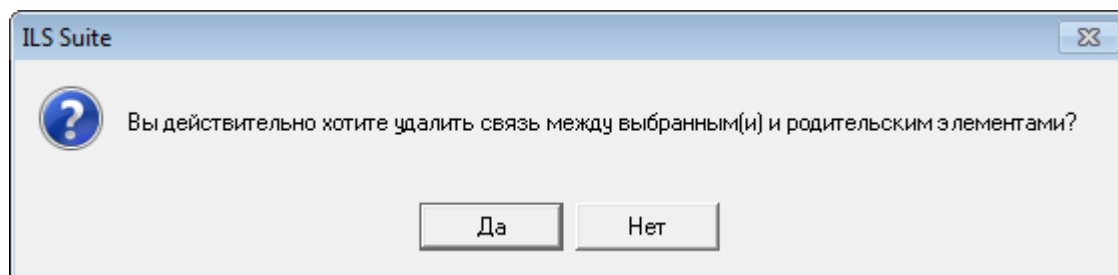

Рис. 13-481 – Диалоговое окно
- 4) Нажать кнопку «Удалить связь» панели «Правка» (рис. 13-481).